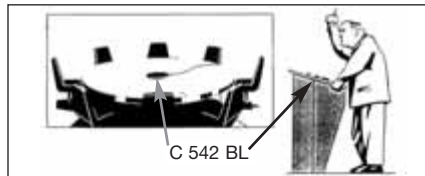

Fig. 5: Posicionar o microfone em mesas
- Veja fig. 5. Pode aplicar o microfone, de maneira quase imperceptível, também em mesas de conferência e em púlpitos de igreja.